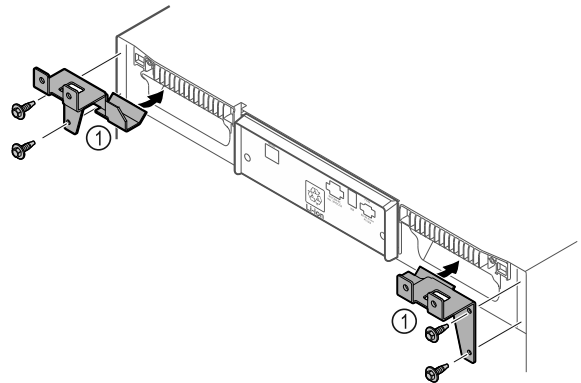

Fig. 52
- ▶ Τοποθετήστε τα στηρίγματα Fig. 52 (1) με τις αυτοδιάτρητες βίδες στη συσκευή.